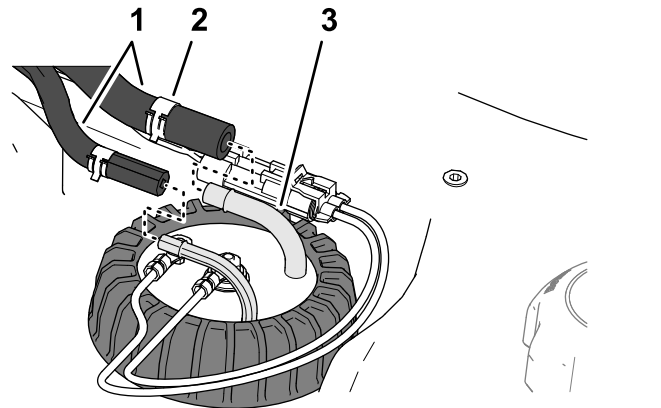

Figura 129
5. Montați furtunul pe fittingurile transmiătorului pentru combustibil și fixați furtunurile de fittinguri cu ajutorul clemelor (Figura 129).